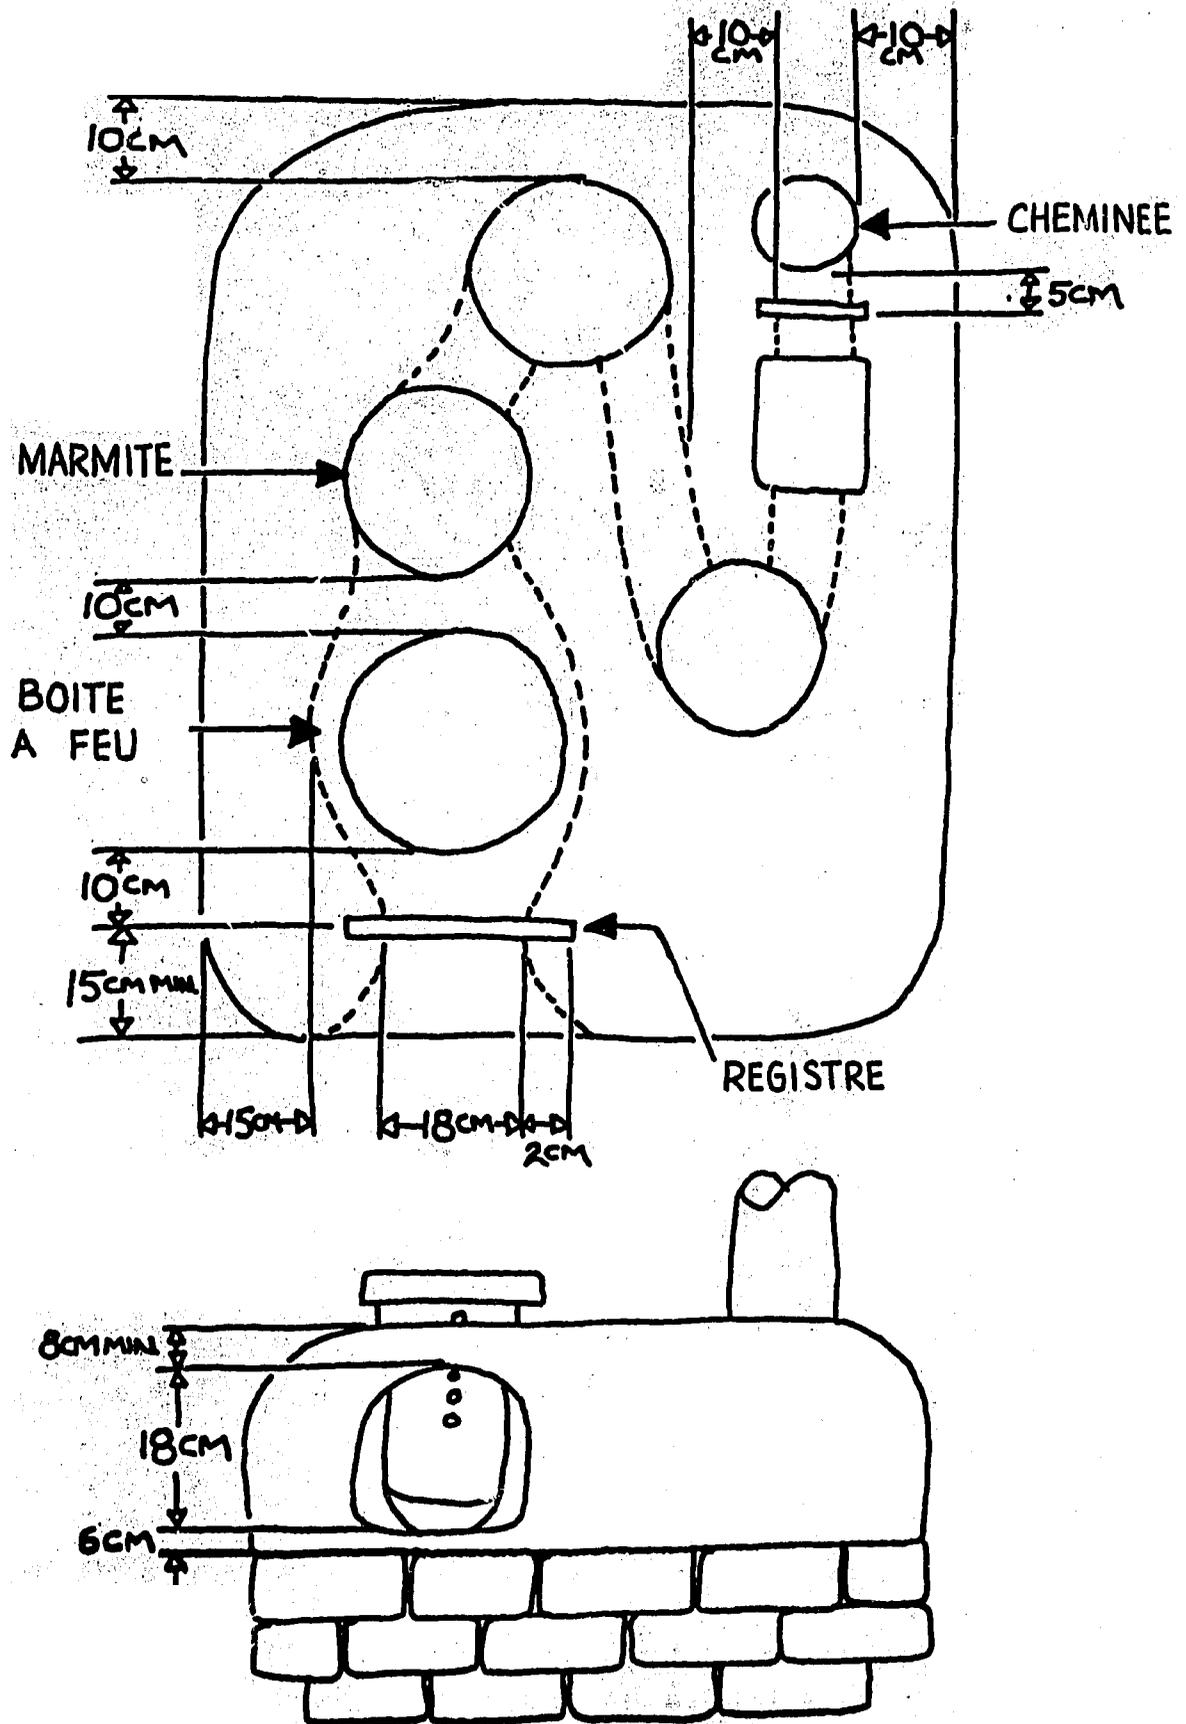

Figure 37
6. Les dimensions des différentes parties du fourneau devraient respecter les critères énumérés à la figure 37.
Faites un tracé sur le corps du fourneau selon le plan que vous avez choisi. Figure 37 (page 68) montre un tracé de fourneau. Les conditions locales peuvent exiger des modèles différents.
Coupez les trous des registres avec une machette ou un coute-las. Un des registres est la porte de la boîte à feu. Les deux autres sont situés de chaque côté du trou de la boîte à eau. (Voir Figure 37 page 68). Coupez perpendiculairement dans la surface du fourneau, tout droit dans le bloc. Chaque coupure devrait être d'environ 1cm. Laissez l'eau nettoyer le lorena de la lame avant de couper.